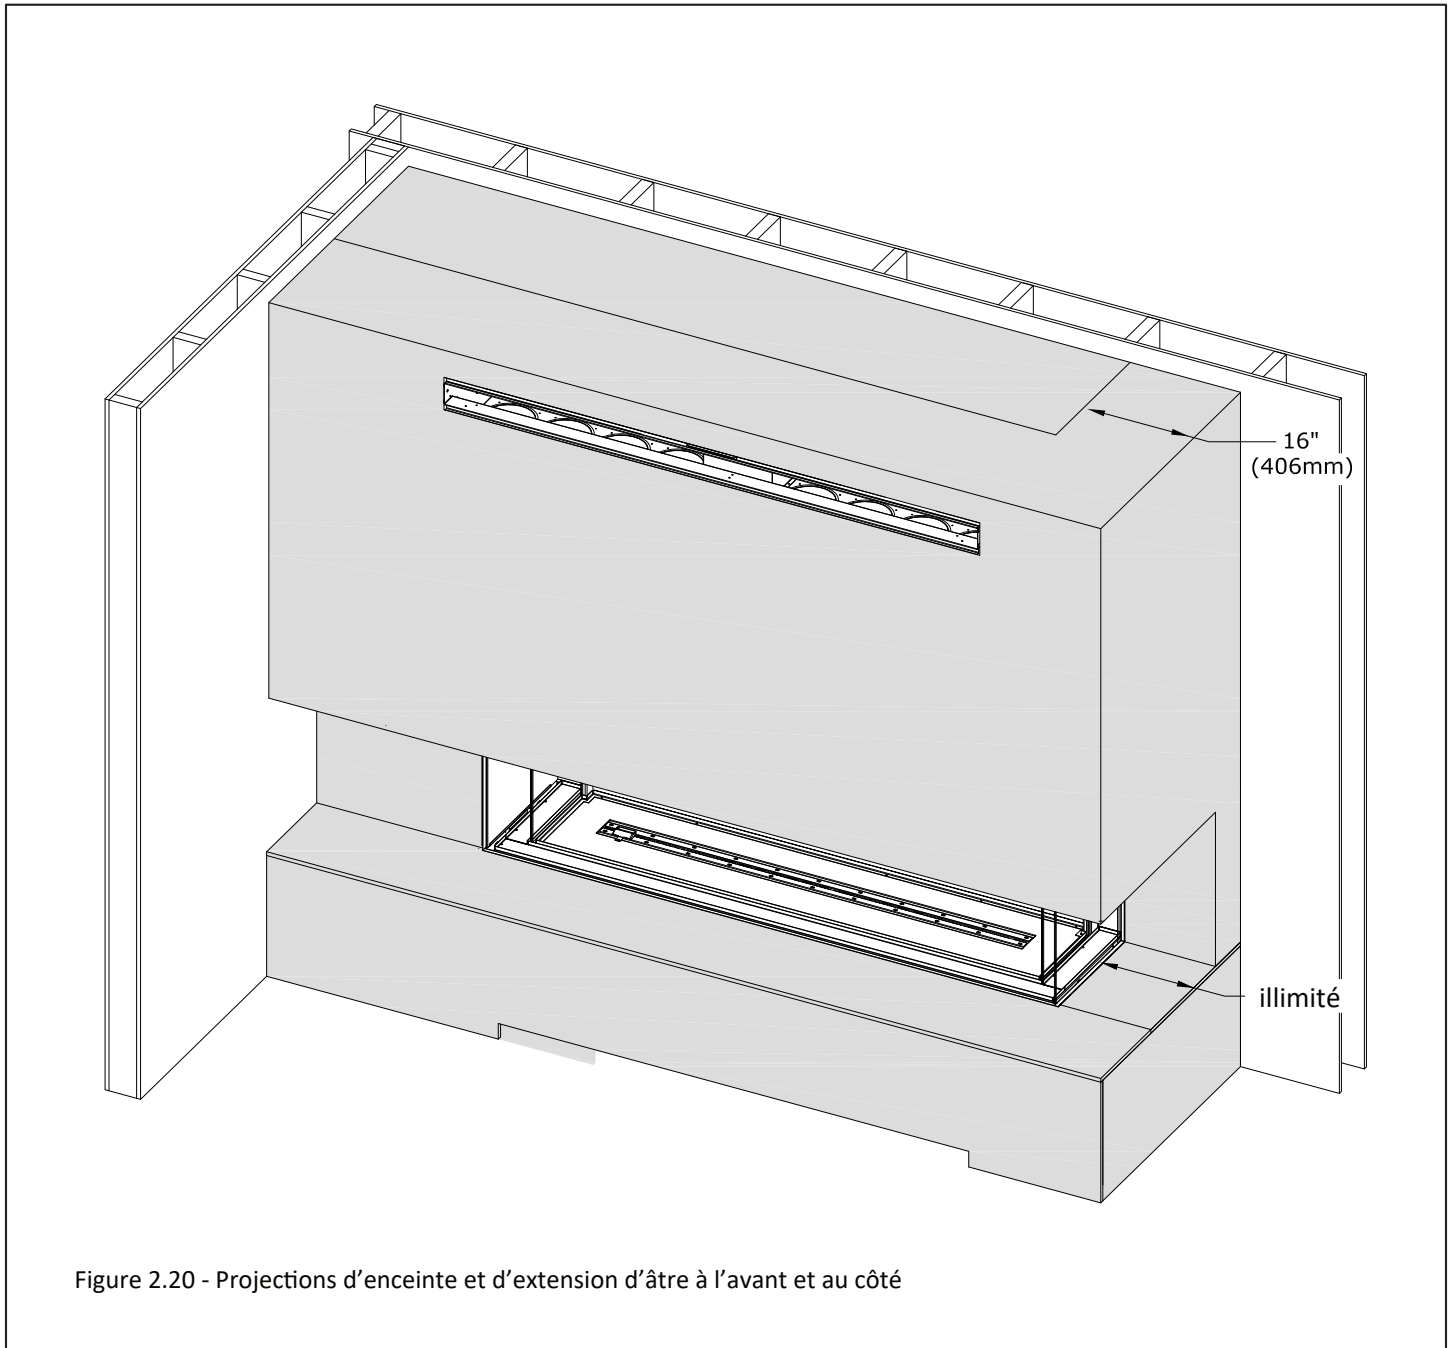

Figure 2.20 - Projections d'enceinte et d'extension d'âtre à l'avant et au côté
- **Montants (piédroits) de manteau combustible:** Un montant de manteau combustible peut être installé à 0 po (0 mm) du bord de finition latéral du foyer. Voir la Figure 2.20 qui montre une projection combustible max. de 16 po (406 mm) du bord de finition latéral du foyer.
La Figure 2.20 montre un foyer avec des projections de l'enceinte et de l'extension d'âtre, vers l'avant et le côté.